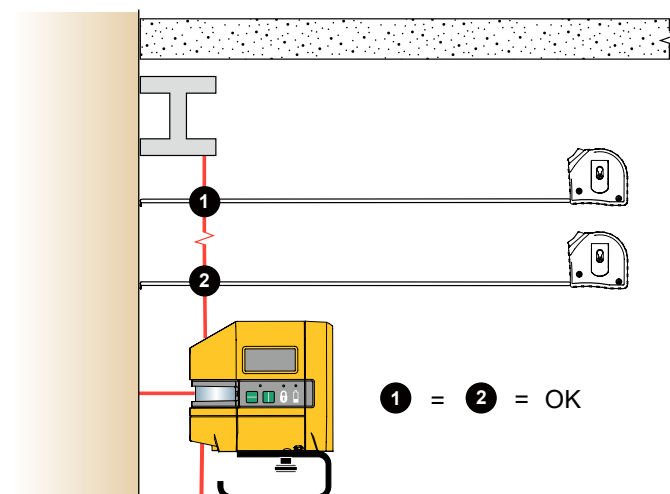

Figura 6. Comprobación de plomada del objeto existente
2. Mida la distancia desde el objeto hasta el láser a varias distancias con el Producto. Consulte la Figura 6. Si las mediciones coinciden, el objeto está correctamente nivelado con plomada.